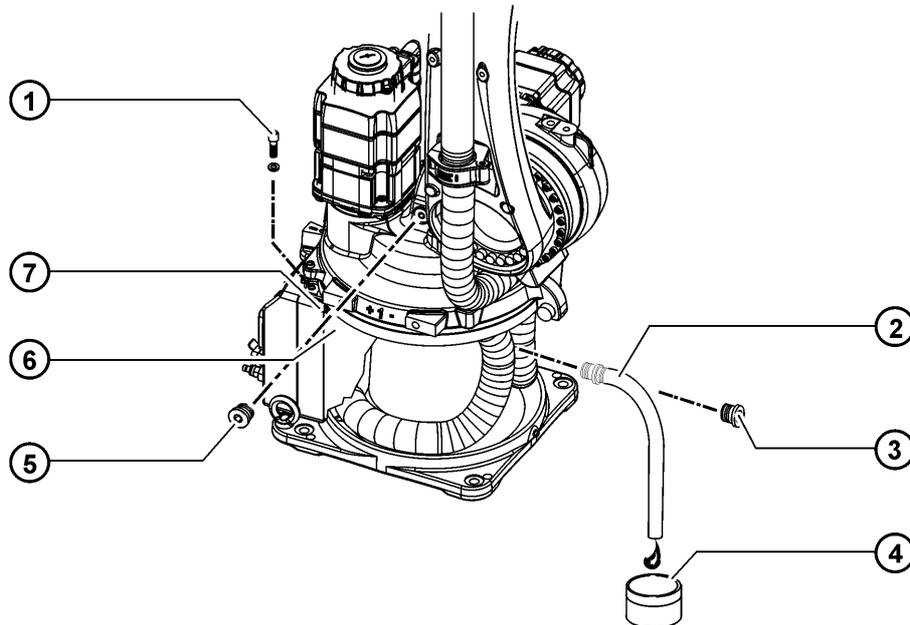

Fig. 9-2: Vider l'huile pour réducteur A1
1. Dévisser 2 écrous hexagonaux ainsi que les rondelles de serrage (>>> Fig. 9-2).